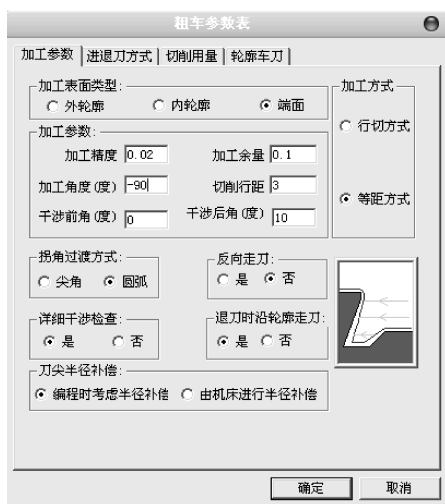
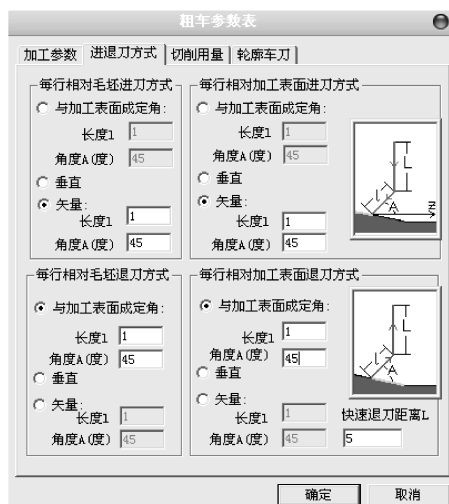
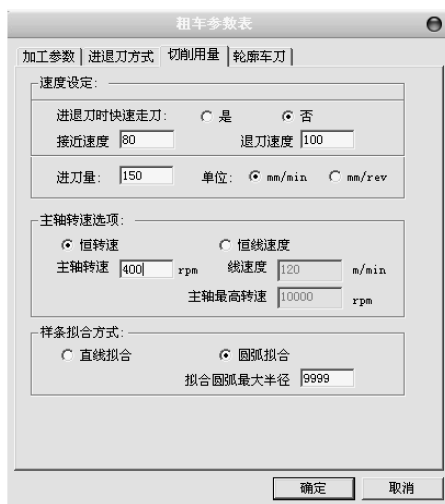
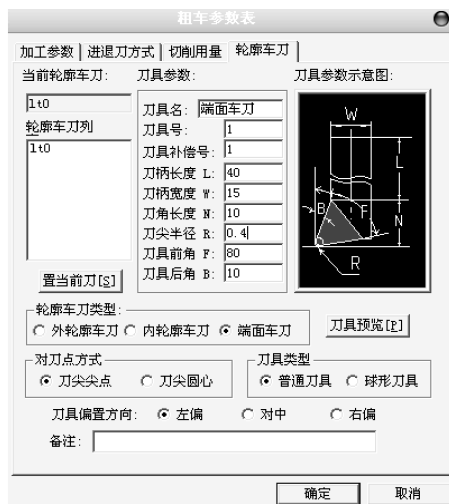

图 8-74 右端面加工参数设置
图 8-75 右端面进退刀方式参数设置
图 8-76 右端面切削用量参数设置
图 8-77 右端面轮廓车刀参数设置
1) 在菜单栏中选择【数控车】→【轮廓粗车】命令，或者单击【数控车】工具栏中的按钮，系统弹出【粗车参数表】对话框，单击【加工参数】选项卡，设置的参数如图 8-74 所示；单击【进退刀方式】选项卡，设置的参数如图 8-75 所示；单击【切削用量】选项卡，设置的参数如图 8-76 所示；单击【轮廓车刀】选项卡，设置的参数如图 8-77 所示，设置完成后单击【确定】按钮。